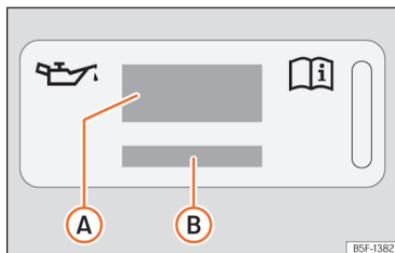

Fig. 213 No compartimento do motor: etiqueta de óleo do motor
Legenda da >>> Fig. 213:
Se tiver de adicionar óleo do motor, utilize um dos óleos indicados na etiqueta >>> Fig. 213. A etiqueta com a norma prescrita encontra-se na parte da frente do compartimento do motor
- Se faltar a etiqueta com a especificação do óleo do motor »» **Fig. 213**, contacte uma oficina especializada.